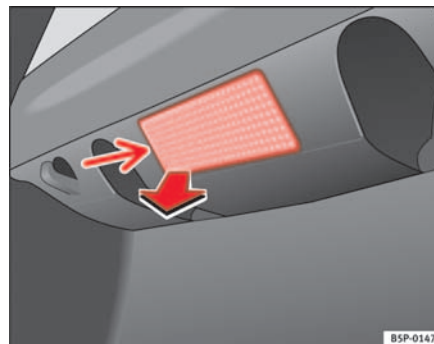

Abb. 187 Gepäckraumbeleuchtung
- Das Lampenglas der Glühlampe durch Druck mit einem Schraubenzieher auf dessen Unterseite -Pfeil- abnehmen. ⇒ Abb. 187 ►